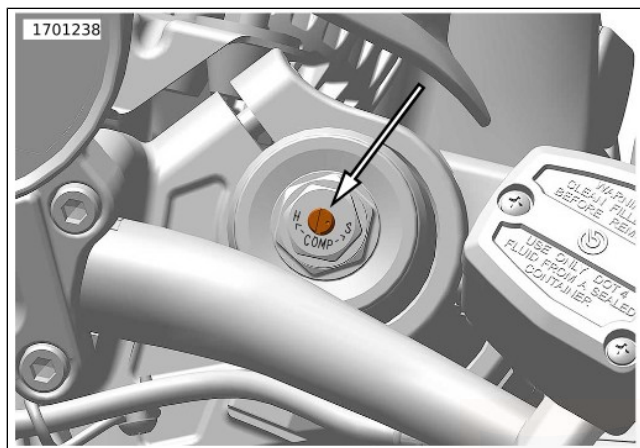

Abbildung 24. Einstellung der Druck- und Zugstufendämpfung (typisch)
1. Siehe Abbildung 24. Den Druck- oder Zugstufeneinsteller im Uhrzeigersinn in Richtung H (hart) bis zum Anschlag drehen. Das ist die maximale Druckstufendämpfungseinstellung.